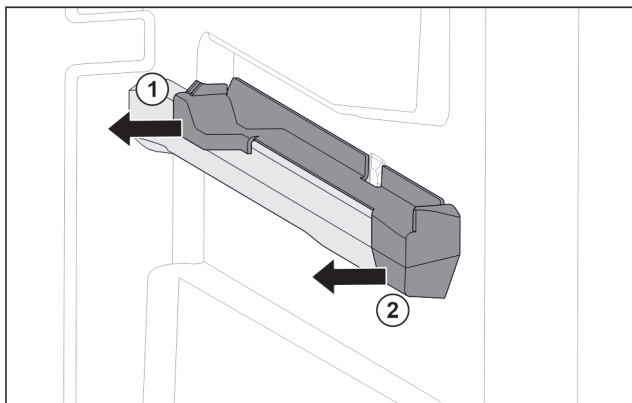

Fig. 77 右侧容器肋梁上的插装件
- ▶ 将插装件后部拉到一侧。Fig. 77 (1)
- ▶ 将插装件前部拉到一侧。Fig. 77 (2)